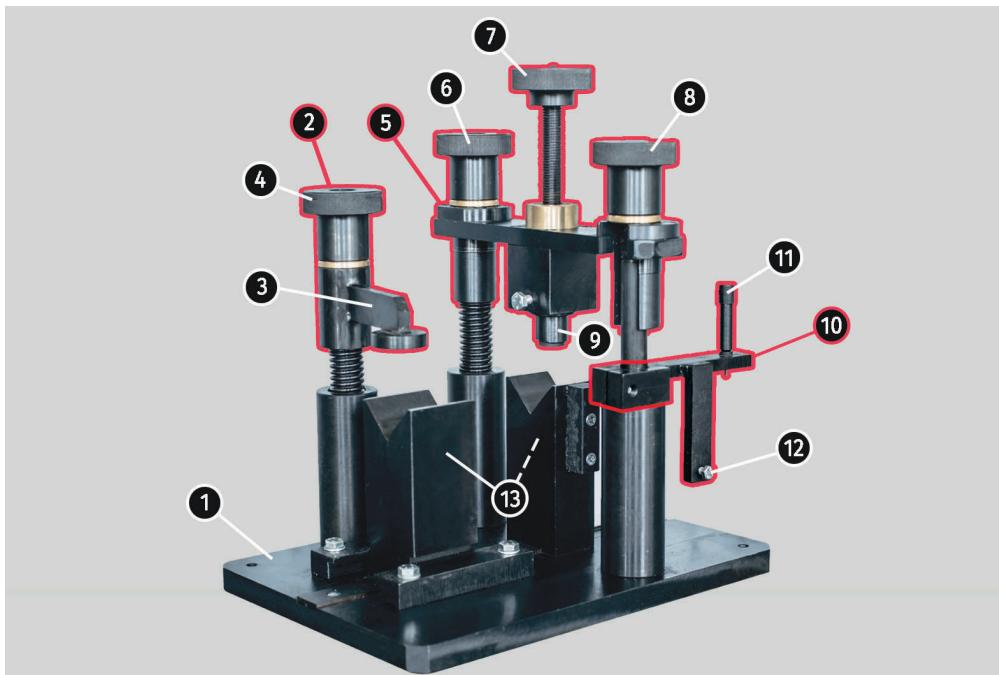
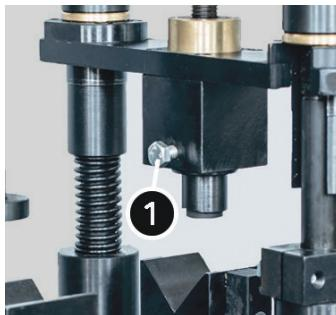

Рисунок 1
Рисунок 3
Приспособление состоит из следующих основных элементов (рис. 1):
1.1. Установите амортизатор на опорные стойки (поз. 13 рис. 1) и зафиксируете амортизатор в приспособлении с помощью прижимного механизма (поз. 2 рис. 1).
1.2. Поместите маркер (поз. 11 рис. 1) на цилиндрической поверхности корпуса как можно ближе к донышку амортизатора и с помощью молотка выполните кернение.
- 2.1. Установите амортизатор на опорные стойки (поз. 13 рис. 1) и зафиксируете амортизатор в приспособлении с помощью прижимного механизма (поз. 2 рис. 1).
- 2.4. Выкрутите запрессовочный винт 7 (рис. 1) до тех пор, пока штифт полностью не войдет в заправочную форсунку.
- 2.5. Расположите заправочную форсунку над отверстием с пластиковой заглушкой. Затем с помощью фиксирующих гаек 6 и 8 (рис.1) прижмите форсунку к заглушке.
- 2.9. Выкрутите запрессовочный винт 7 (рис. 1), ослабьте фиксирующих гаек 6 и 8 (рис.1) и ответите в сторону Заправочный механизм.
3. При необходимости замены уплотнительных элементов заправочной форсунки 9 (рис. 1) ее следует извлечь из корпуса заправочного механизма. Перед извлечением форсунки необходимо выкрутить стопор поз. 1 рис. 3.